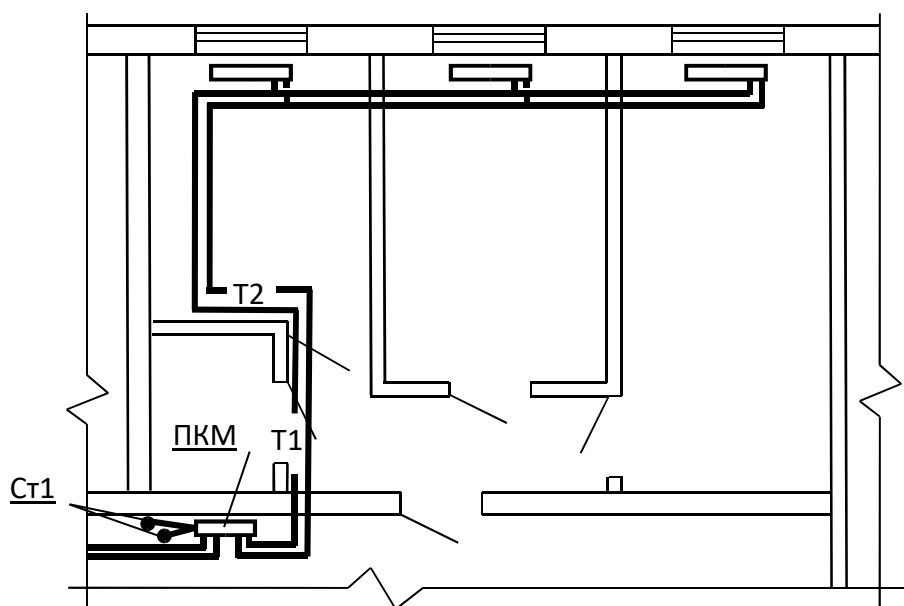

Рис. 4.8. Двухтрубная квартирная разводка
- двухтрубные, в которых горячая вода поступает в отопительный прибор по одному трубопроводу, а охлажденная отводится по-другому (рис. 4.8–4.11);
- с тупиковым (в противоположных направлениях) движением теплоносителя в трубопроводах горизонтальной ветви (рис. 4.8);